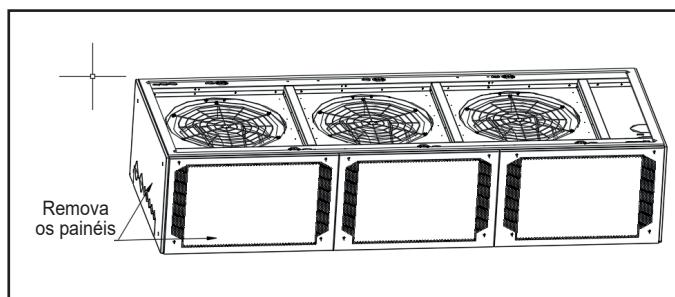

Figura 5-4. Esquema de remoção dos painéis
1. Remova os painéis ao redor da base, conforme mostrado na Figura 5-4.